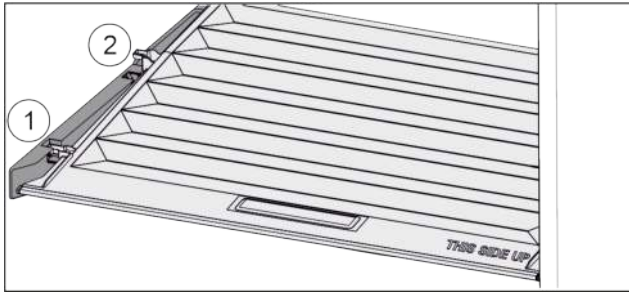

Fig. 75
- Deckel bis zur Öffnung in den Halteteilen nach vorne ziehen Fig. 75 (1).
- Hinten von unten anheben und nach oben wegnehmen Fig. 75 (2).